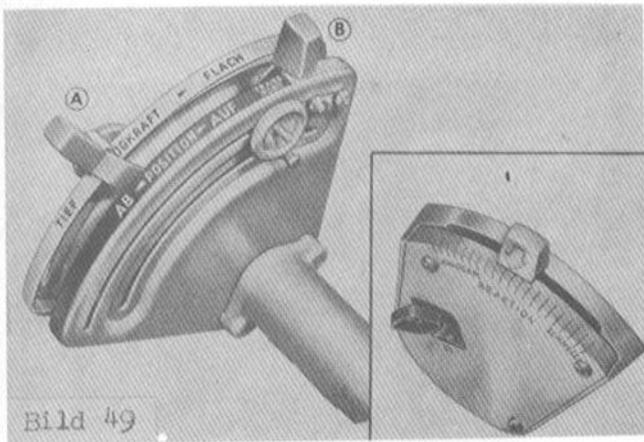

Bild 49
b. Während der Arbeit (Bild 49)